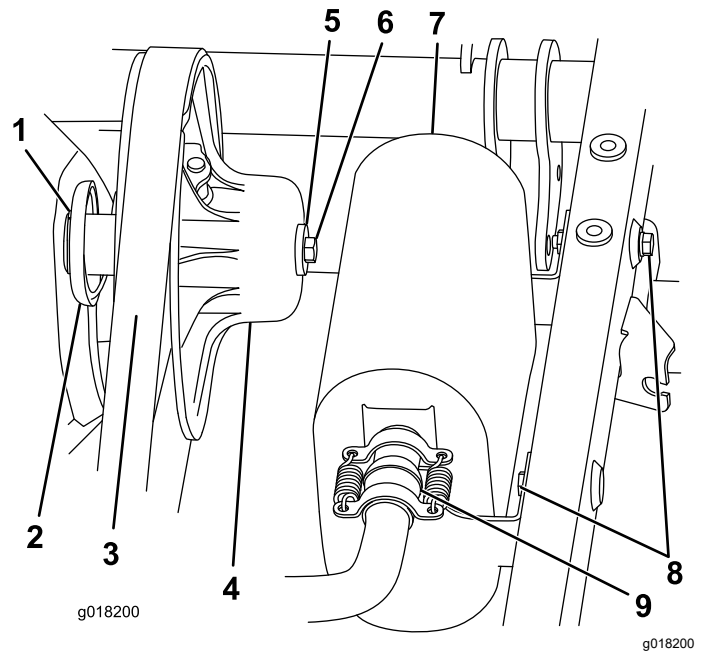

Figura 9
3. Desconecte los dos muelles que sujetan el silenciador al sistema de escape, retire las dos fijaciones que sujetan el silenciador al bastidor, y retire el silenciador (Figura 9).
4. Retire la correa del embrague secundario (Figura 9).